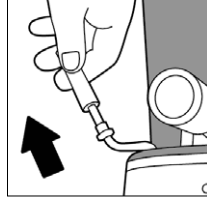

Figura 16
7. Una vez que el tubo espumador se enfríe, retire y enjuague la cubierta del tubo espumador. La cubierta del tubo espumador es la pieza plástica negra. Simplemente, tire de la parte inferior para retirarla (Figura 16).